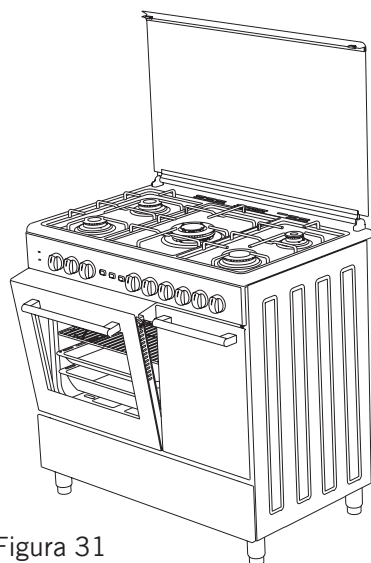

Figura 31
3. Luego, fije el panel de seguridad entre el horno y la cubierta frontal cerrando cuidadosamente la cubierta. (Figura 31)